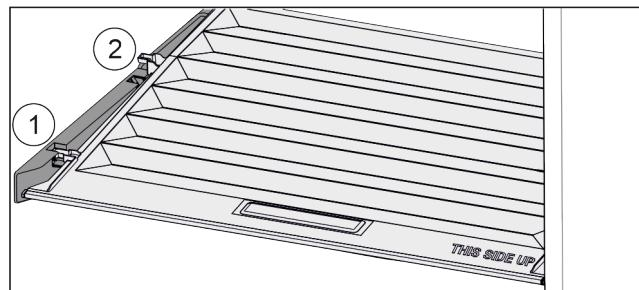

Fig. 114
- Trageți capacul în față Fig. 114 (1) până la orificiul din piesele suportului.
- Ridicați în spate de jos și scoateți Fig. 114 (2) în sus.